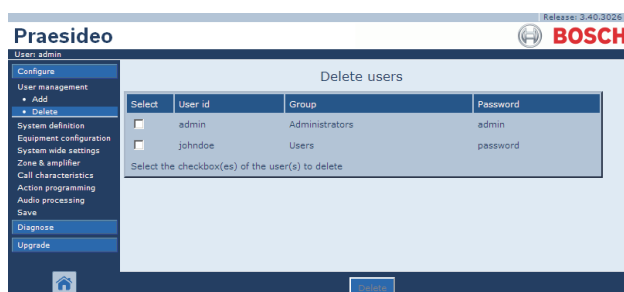

figura 42.5: Eliminar um utilizador, passo 1
- 1 Vá para *Configure > User management > Delete*. Aparece um ecrã semelhante ao da figura 42.5 na moldura principal da interface da Web.